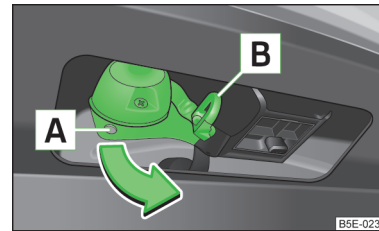

Abb. 158
- Die 13-polige Steckdose im Bereich **A** fassen und in Pfeilrichtung ausschwenken » Abb. 158.
- Die 13-polige Steckdose im Bereich **A** fassen und entgegen der Pfeilrichtung einschwenken » Abb. 158.
Die Sicherungsöse **[B]** » **Abb. 158** dient zum Einhängen des Abreißseils des Anhängers.